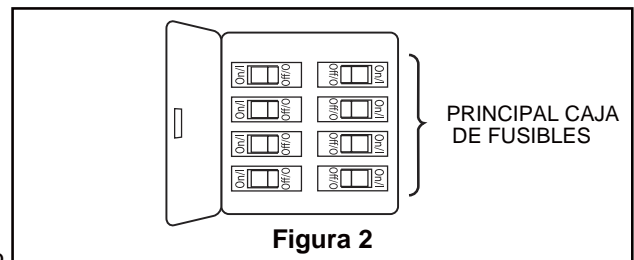

Figura 2
### Uso de perfil profundo (Figura 2)
2. Retire el clip de horquilla y pasador de horquilla de la parte inferior de la bola para colgar. Retener el pasador y clip para la reinstalación en el paso 4. (Figura 2)
Debe colgar el ventilador a una distancia mínima de 2,13 m desde las aspas hasta el piso. (Figura 2)
Para evitar una posible descarga eléctrica, asegúrese de cortar la alimentación eléctrica de la caja de fusibles principal antes de alambrado el ventilador. (Figura 2)
2. Coloque y ajuste firmemente la cubierta para el tornillo de la base sobre los tornillos de reborde de la abrazadera para colgar mediante el mecanismo de seguro por giro del chavetero. (Figura 2)
2. Instale la ensamble de la carcasa inferior en el soporte utilizando las dos ranuras principales de conexión. Vuelva a colocar el tercer tornillo y asegure los tres tronillos. (Figura 2)
2. Restaure la fuente de alimentación de la toma de corriente enciendiendo la electricidad del fusible principal. (Figura 2)